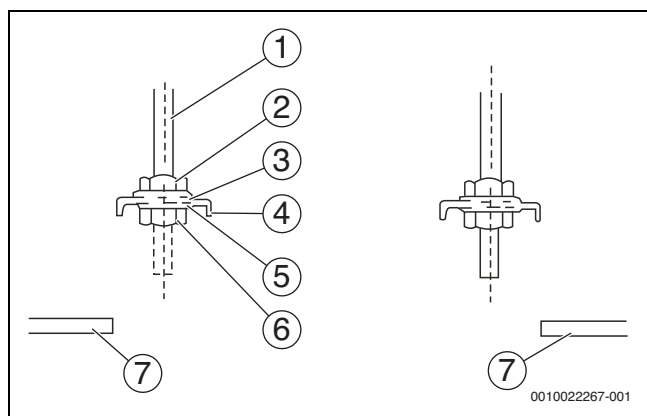

Рис. 7
1. Отрегулируйте положение гаек. Размер зазора между шайбой (нижней части) и потолком определяется фактической конструкцией потолка (→ рис. 7).